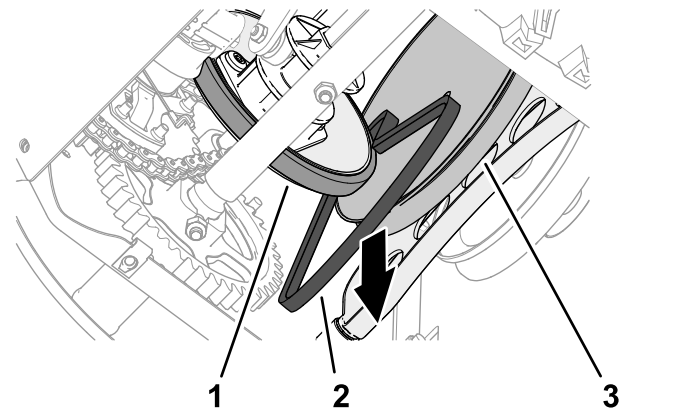

Figura 48
7. Deslize a correia de tração entre a roda de tração e a polia de tração e retire a correia da máquina (**Figura 48**).